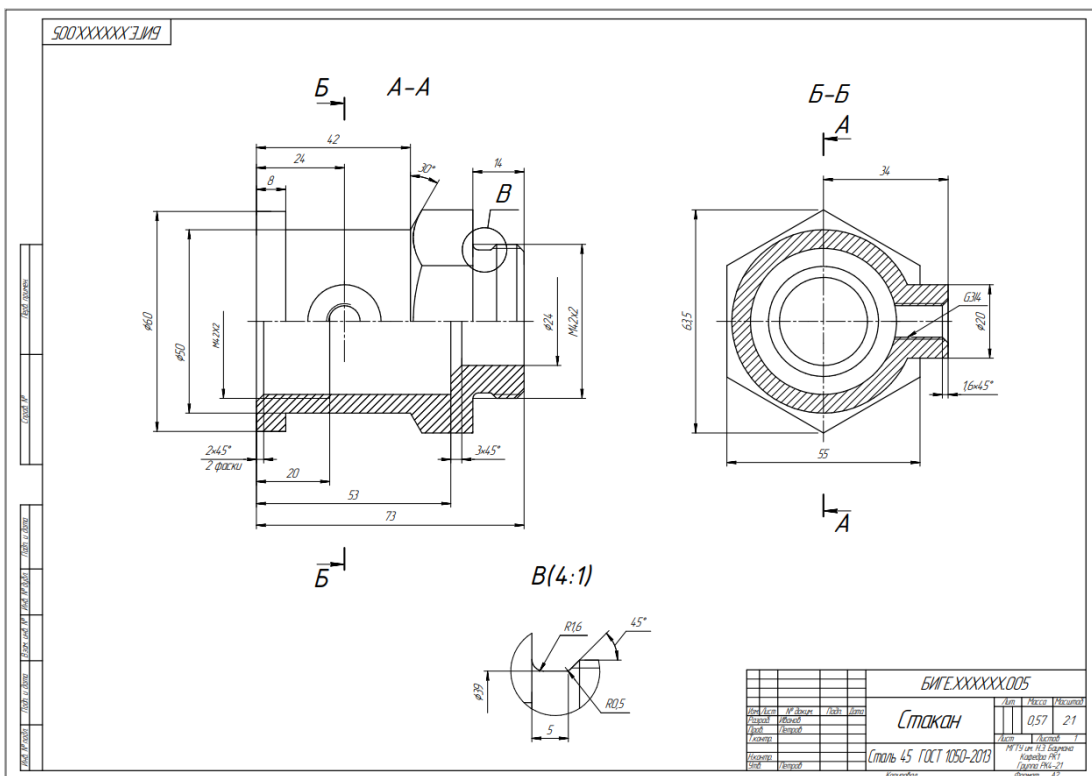

Рис. 28 Чертеж детали «Стакан»
- **Заполнение основной надписи чертежа** (рис. 28).